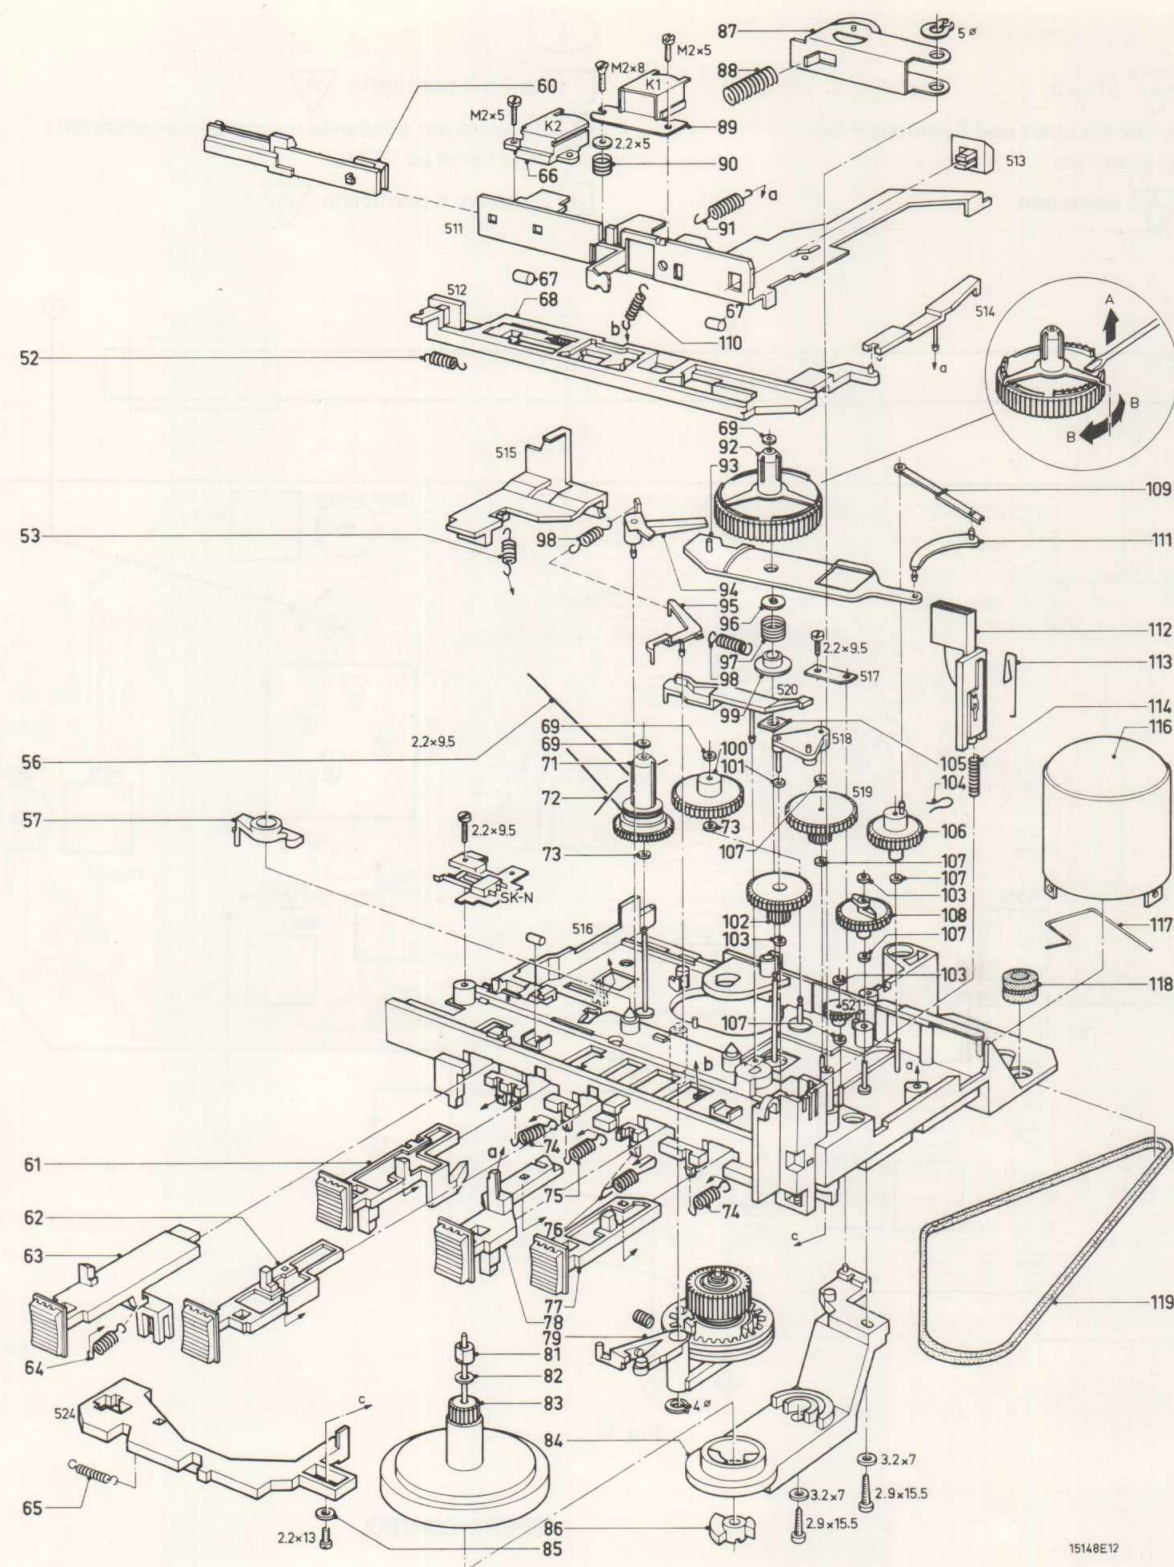

Fig. 9
GB TAPE DECK, Fig. 9**a. Replacing the left carrier 71**
- The friction force is determined by the side sloping upwards and leaf springs, Fig. 9 A and B.
NL LOOPWERK (Fig. 9)**a. Vervanging linker meenemer 71**
- De frictiekracht wordt bepaald door de schuin oplopende kanten en bladveren, Fig. 9, A en B.
I IL MECCANISMO (Fig. 9)